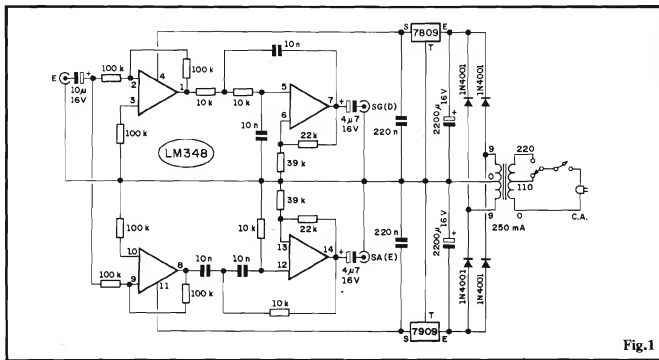

Fig.1
- FIG. 1 - O CIRCUITO - Dentro da
limite, e como "agudos" os acima... As citadas redes RC de filtragem de "segunda ordem", encontram-se nas funções de realimentação positiva dos respectivos Amp.Ops. Já no ramo de realimentação negativa, os resistores de 22K e 39K determinam o ganho de cada módulo... Através dos capacitores de passagem no valor de 4u7 (aos pinos 7 e 14 do LM348), os sinais, já divididos em graves e agudos, são entregues às Saldas - respectivamente "SG" e "SA"... Observando agora os estágios iniciais (esquerda, como é convencional, no esquema da fig. 1) do circuito, temos a Entrada geral, mono, "E", aplicado simultaneamente a dois blocos de isolamento (buffers), com ganho unitário (não amplificam, apenas "isolam" a Entrada dos blocos de filtragem e Saldas...), que ao mesmo tempo permitem o "casamento" com fontes de sinal as mais diversas, em impedâncias e níveis e não "carregam" os relativamente sensíveis blocos de separação tonal, posteriores... Os resistores de 100K acoplados na realimentação/polarização de tais blocos iniciais (Amp.Ops. delimitados pelos pinos 1-2-3 e 8-9-10, respectivamente) determinam o ganho 1 e as impedâncias gerais do grupamento de Entrada, a qual recolhe o seu sinal via capacitor eletrolítico de 10u... Para perfeito equilíbrio do funcionamento dos blocos/módulos, e também no sentido de minimizar a quantidade de componentes de polarização dos Amp.Ops., usamos uma alimentação